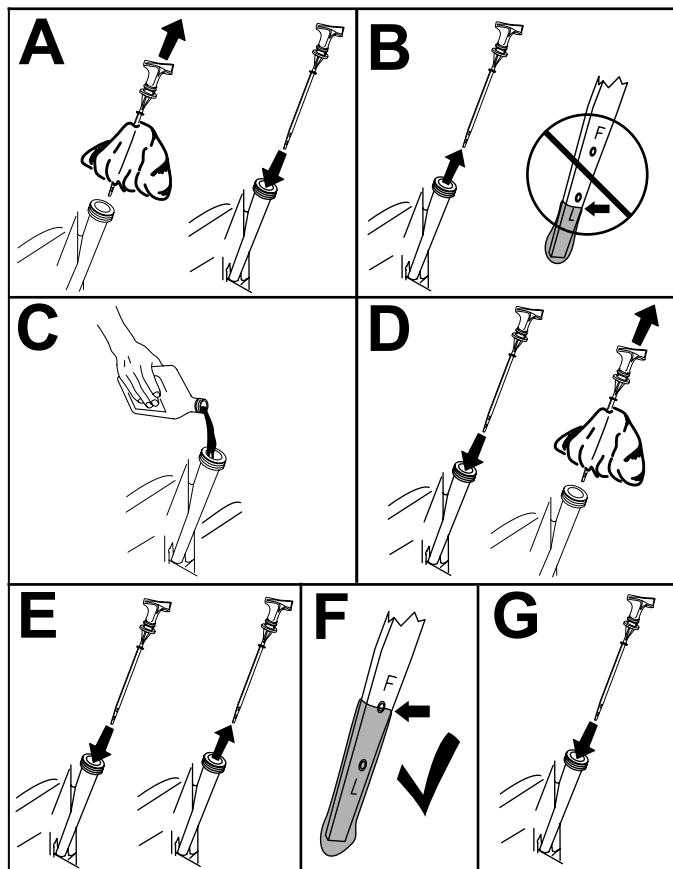

Figure 33
3. Contrôlez le niveau d'huile moteur (Figure 33).